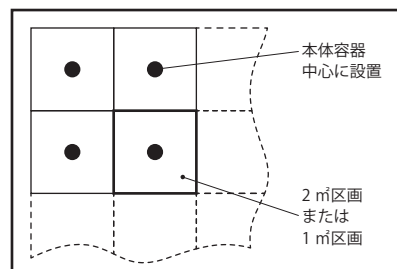

図 3
- ❗ 本体容器は防護面積（2 m²または 1 m²）の中心に設置してください。（図 3）